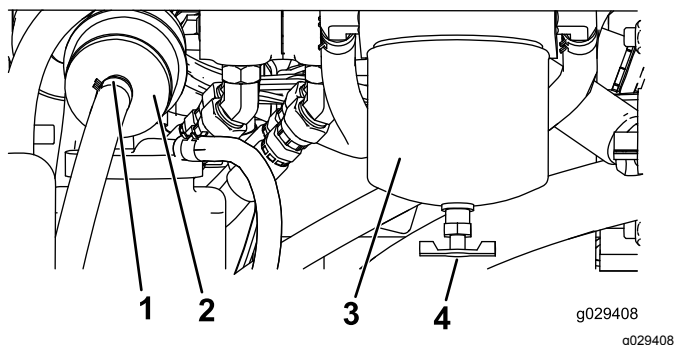

図 47
4. エンジン後方にある燃料フィルタ 図 47 を探し出し、その下に回収容器をおく。
4. エンジン右側にある燃料フィルタ 図 47 を探し出し、その下に汚れていない容器をおく。
5. フィルタ容器 (図 47) の周辺をウェスできれいにぬぐう。
6. フィルタ容器を外して取り付け部をきれいに拭く 図 47。
9. ガスケットが取り付け部に当るまで手でフィルタをねじ込み、そこからさらに 1/2 回転締め付ける 図 47。
10. 燃料フィルタ容器の左側にあるインラインフィルタ 図 47 を探し出し、フィルタの側面についている燃料の流れ方向を示す矢印の向きを確認する。
11. インラインフィルタの前後両方のクランプをゆるめて、フィルタをホースから外す 図 47。外したフィルタは廃棄する。
12. 新しいフィルタにホースを接続する 図 47 フィルタについている矢印がエンジン電気燃料ポンプの方を向くように取り付けること。